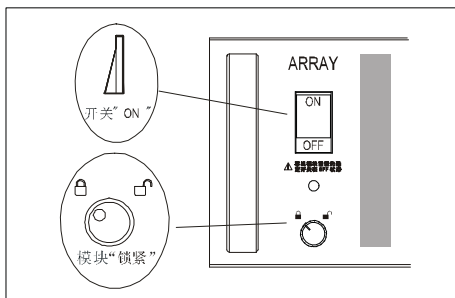

图 7-3
2) 检查已安装的 UPS 模块的前面板上的定位锁，确认所有模块的定位锁都处于“ ”状态，将所有已安装的 UPS 模块的输入开关打到 ON 状态（图 7-3）。